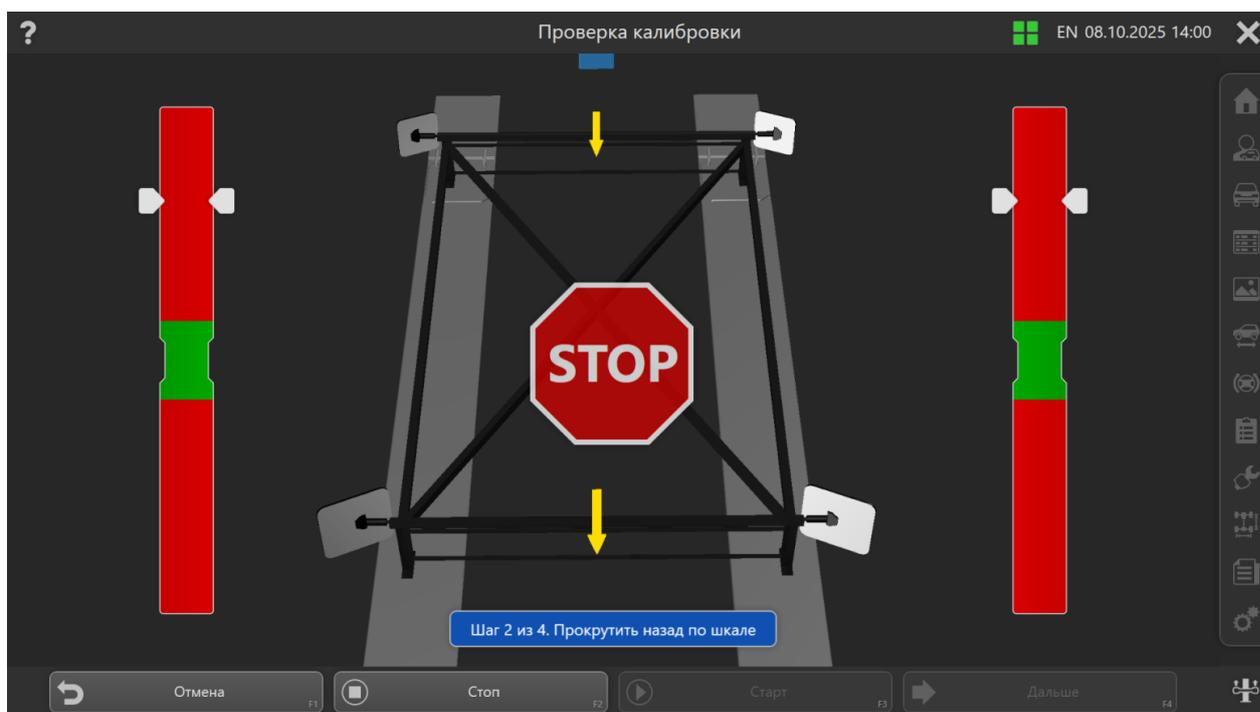

Рисунок 9.6 – Окно проверки калибровки с использованием ISO-рамы с захватами
- проверка калибровки ISO-рамой с захватами (с имитаторами колес) (рис.9.6);